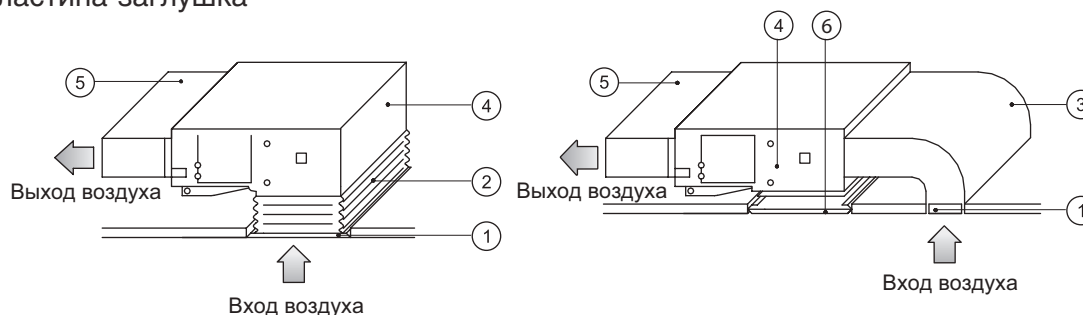

Рис. 11.10.
11.2.5. Порядок установки всасывающей трубы воздуховода следующий (рис. 11.10.):